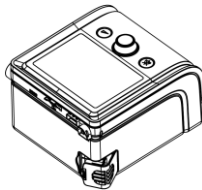

Fig. 11-2
(2) Installare il tappo del filtro contenente il filtro dell'aria al dispositivo principale, come mostrato nella Fig. 11-2.